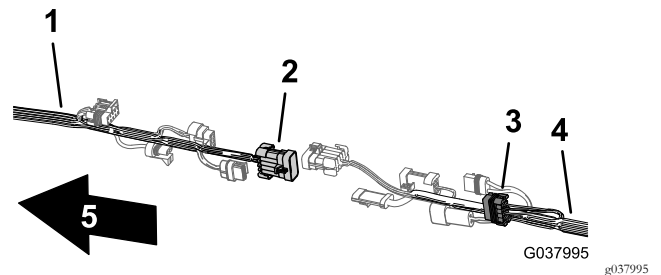

Рисунок 110
6. Подсоедините 10-штыревой соединитель переднего жгута проводов, предназначенного для промежуточного соединения жгута проводов опрыскивателя, к 10-гнездовому соединителю заднего жгута проводов, предназначенного для промежуточного соединения жгута проводов опрыскивателя (Рисунок 110).